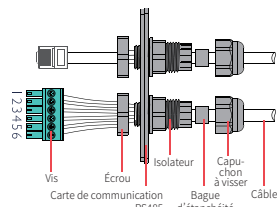

Fig. 30
1. Passez le câble DRED à travers la plaque comme indiqué en Fig. 30.